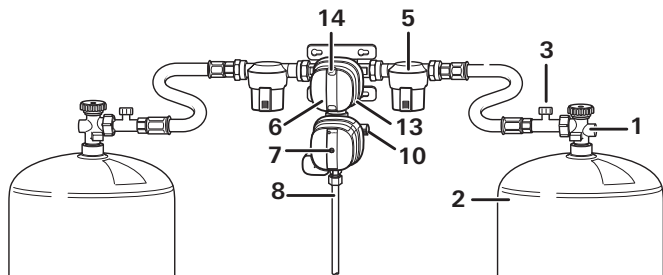

Figure 1a : DuoControl CS vertical
- Raccorder les bouteilles de gaz (2) et vérifier le bon état de tous les raccords de tuyaux.
- Ouvrir les vannes (1) des deux bouteilles de gaz.
- Presser fortement la sécurité de rupture de lyre (figure 1a – 3) sur la lyre haute pression pendant environ 5 secondes. L'affichage passe au vert dans le voyant (14).
- Réinitialiser le capteur de choc si le bouton de réinitialisation jaune (7) n'est pas enfoncé (position « non opérationnel »).
- Par exemple, tourner le bouton de réglage (13) jusqu'à la butée vers la gauche (raccord de gauche = bouteille de service).
- Fermer la vanne (1) de la bouteille de gaz vide (2).
- Dévisser la lyre haute pression (4) de la bouteille de gaz (2), le cas échéant retirer l'adaptateur enfichable.
- Ouvrir la vanne (1) de la bouteille de gaz pleine.
- Presser la sécurité de rupture de lyre (figure 1a – 3) et le cas échéant le bouton de réinitialisation jaune (7), le tourner légèrement dans le sens des aiguilles d’une montre et le maintenir enfoncé pendant 5 secondes.
- Visser la lyre haute pression (4) spécifique au pays sur l’entrée du filtre à gaz (5) / du DuoControl CS et à la bouteille (2) ou à l’adaptateur enfichable).
- Ouvrir la vanne de bouteille (1).